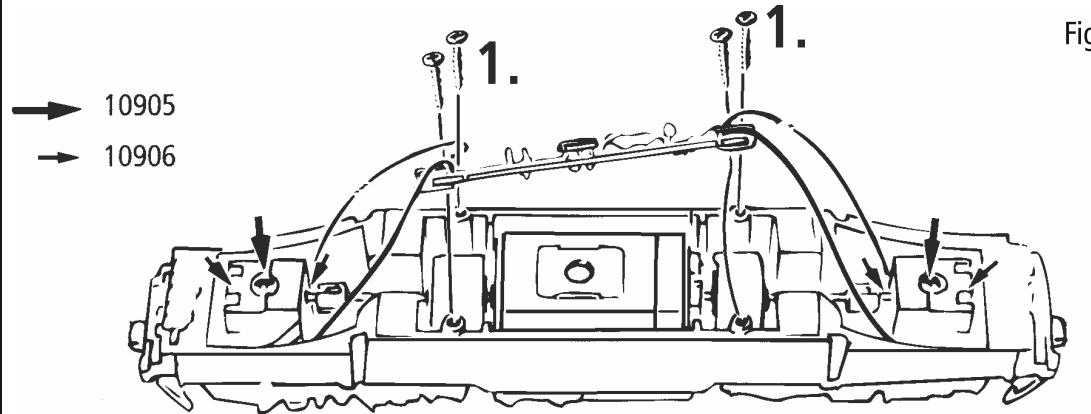

Fig. 9
2. Schmierung: Versehen Sie die im Schmierplan in Fig. 9 gekennzeichneten Stellen mit nur **kleinen Öltropfen**. Dazu zuerst das Lokgehäuse abnehmen (Fig. 3). Wir empfehlen den ROCO **Öler Art.-Nr. 10906**. Fürs Schmieren der Getriebeteile (Zahnräder, Schnecke) empfehlen wir das ROCO-**Spezialfett Art.-Nr. 10905**. Im Falle der Schmierung diese Teile **nicht ölen**.
goutte aux endroits indiqués par le plan de graissage (fig. 9) après avoir démonté la caisse de la locomotive (fig. 3). Nous vous recommandons **le graisseur à huile Roco réf. 10906**. Pour graisser les engrenages (roues dentées, vis sans fin) nous vous conseillons la **graisse spéciale Roco réf. 10905** pour engrenages en matières synthétiques. Lorsque vous utilisez cette graisse il faut éviter d'huiler ces composants.
2. Lubrication: Apply **tiny oil drops** to spots marked in fig. 9. Prior to lubrication dismantle locomotive (fig. 3). We recommend using item no. **10906, Roco oiler**. For lubrication the gear-parts (e.g. cog-wheels, worm) we would recommend our Roco **special grease** (item no. **10905**).